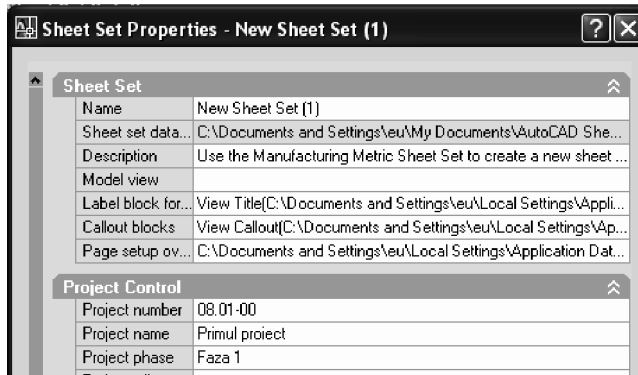

Fig. 10.50 Fereastra **Sheet Set Properties**
5. Din fereastra următoare, **Create Sheet Set – Sheet Set Details**, prin acționarea butonului **Sheet Set Properties**, se pot edita proprietățile noului set – Fig. 10.50.